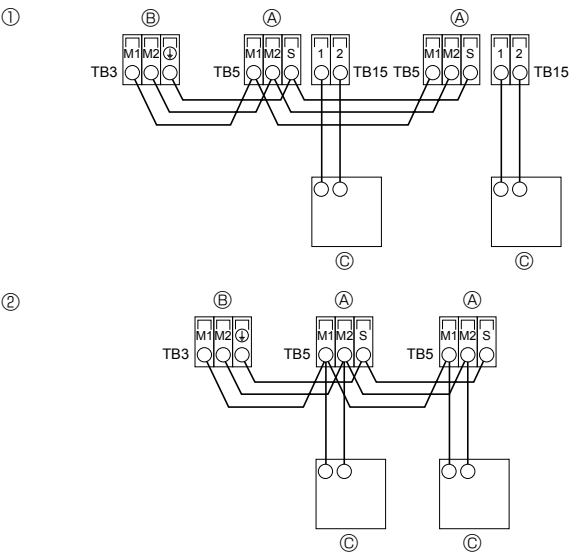

Рис. 4-3
4.4. Подсоединение пульта дистанционного управления, кабелей передачи внутри и снаружи (Рис. 4-3)